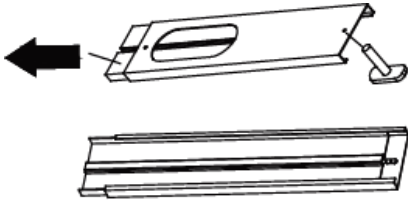

Fig. 2
- Démontez la combinaison de vis à ailettes (27).
- Retirez la partie intérieure de la coulisse de fenêtre (25) jusqu'à ce que le trou soit exposé dans la partie extérieure. Insérez la vis dans le trou (fig. 2), en respectant bien la direction.